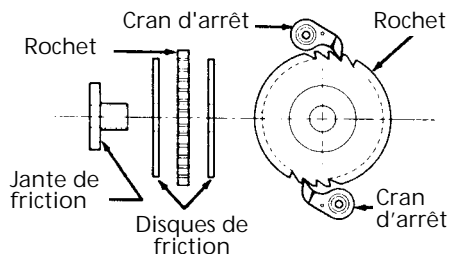

Figure 8 - Frein
1. Visser la jante à friction (11) sur l'arbre du pignon (7) et assembler les disques de friction ainsi que le rochet sur la jante (Voir la Figure 8).